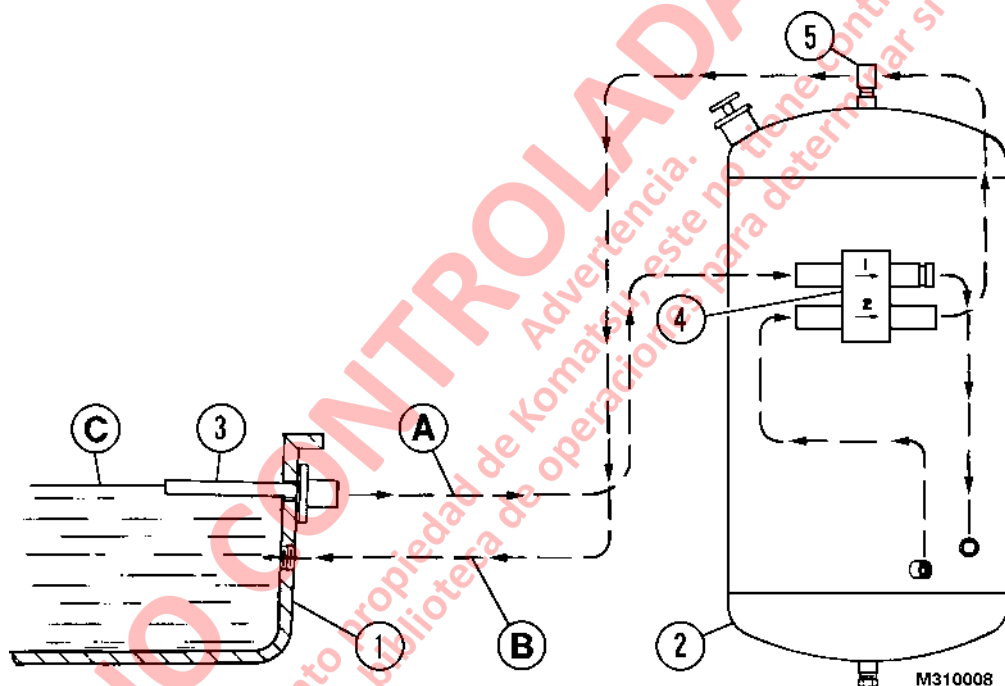

FIGURA 31-2. ESQUEMA DEL SISTEMA DE RESERVA
El aceite del motor circula entre el cárter de aceite del motor (1, Figura 31-2) y el estanque de reserva (2) por medio de dos bombas accionadas eléctricamente (bomba 1 y bomba 2) dentro de una unidad de bombeo única (4). La unidad de bombeo va montada en el costado del estanque de reserva. La unidad de la bomba está equipada con una luz de monitor de LED en un costado.